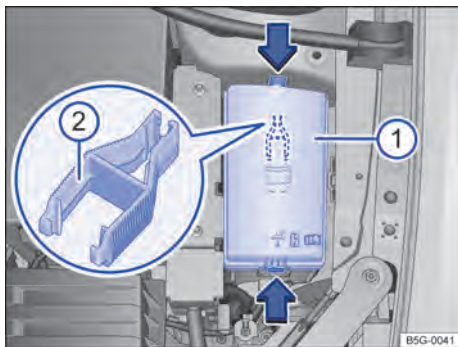

Fig. 140 En el vano motor: cubierta ① de la caja de fusibles con útil de agarre de plástico ②.
- Presionar los bloqueos en el sentido de la flecha → fig. 140 ①, para desbloquear la cubierta de la caja de fusibles.
En el lado interno de la cubierta de la caja de fusibles en el vano motor puede haber un útil de agarre de plástico → fig. 140 ② para sacar los fusibles.